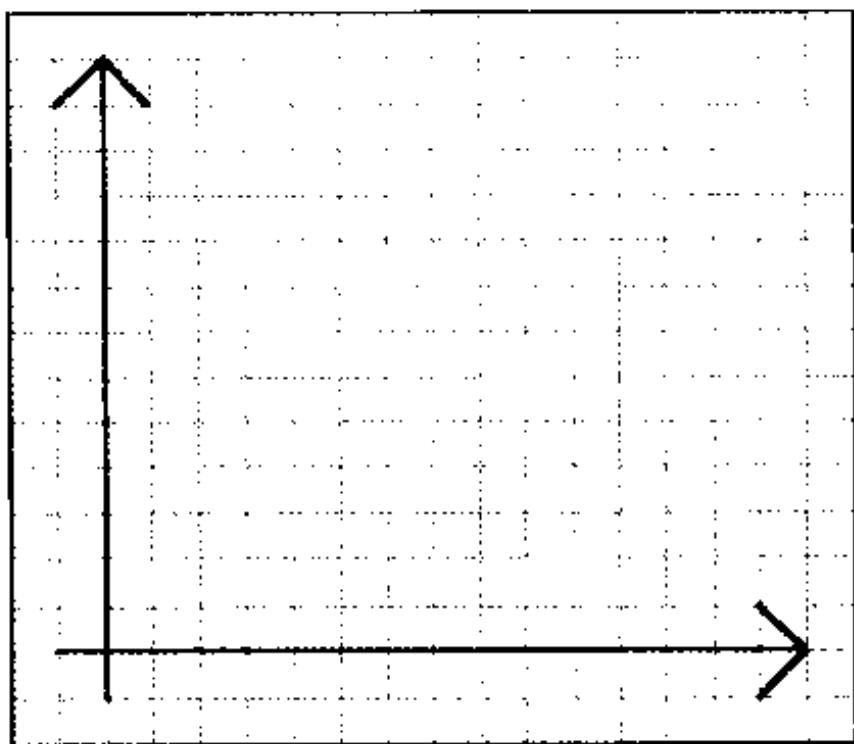

图 3-3 在图纸中绘制坐标的横轴和纵轴
(4) 此时虽然完成了线条绘制工作,但是鼠标箭头仍然保持为十字光标,这时用户可以继续拖动鼠标,在图纸中单击,确定新的线段的起点,然后拖动鼠标,绘制另一条线段。仿照第(2)步的操作方法,在图纸中绘制一条竖直方向的带有箭头的直线,如图 3-3 所示。两条直线构成了坐标的横轴和纵轴。
(5) 继续使用绘制直线的工具,在图纸中绘制一横一竖两条直线,与横轴和纵轴围成一个封闭的正方形,按 Esc 键或者右击鼠标,退出绘制直线的状态,则鼠标的十字光标变为箭头。